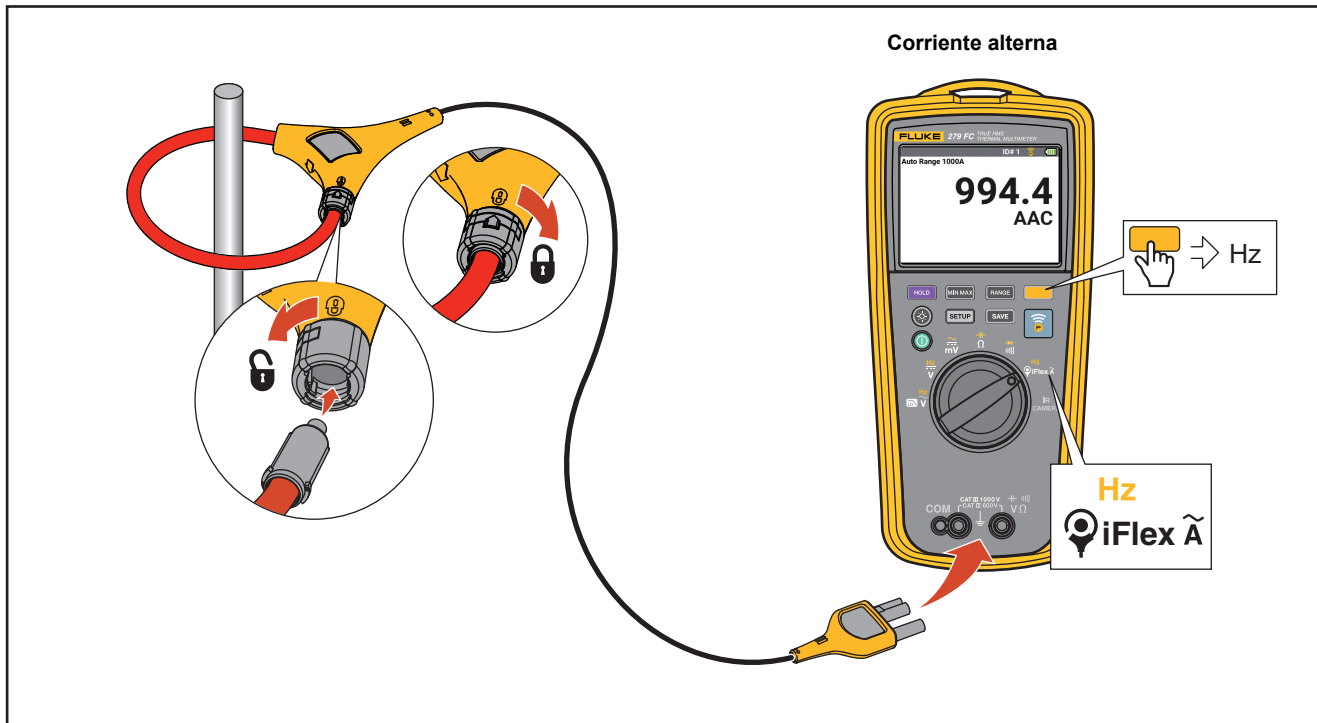

Figura 10. Mediciones de la corriente alterna
- Medición de corriente alterna. Consulte la Figura 10.
1. Conecte la sonda de corriente iFlex a la entrada del Multímetro. Consulte la Figura 10.